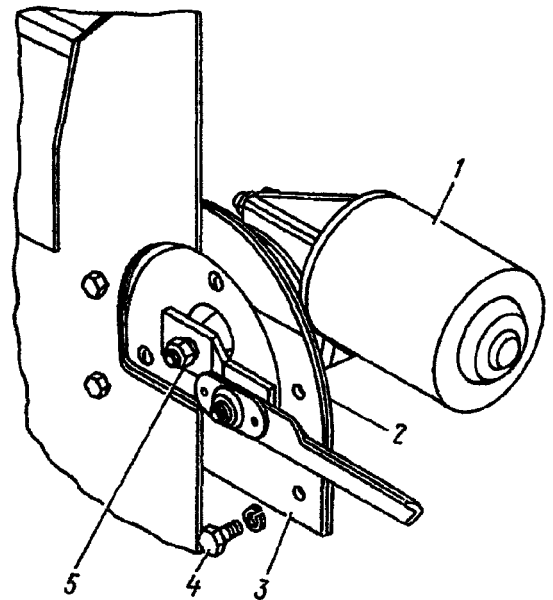

Рис. 69. Установка электродвигателя стеклоочистителя:
4. Отверните гайку 5 (рис. 69), снимите кривошип тяги с вала привода	Ключ 13 мм
6. Выверните болты 4 (см. рис. 69) и снимите электродвигатель 1	Ключ 10 мм
12. Закрепите кривошип тяги на валу редуктора гайкой 5 (см. рис. 69)	Ключ 13 мм